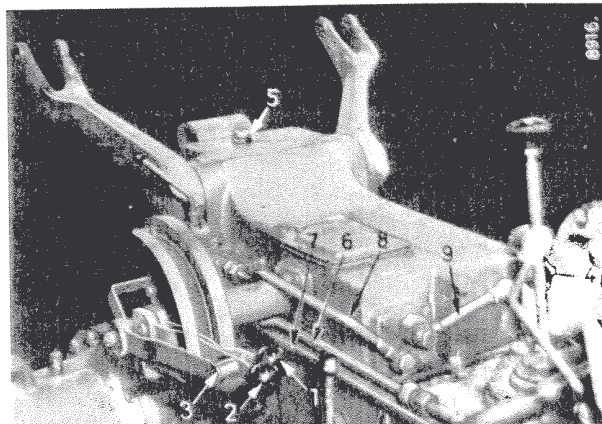
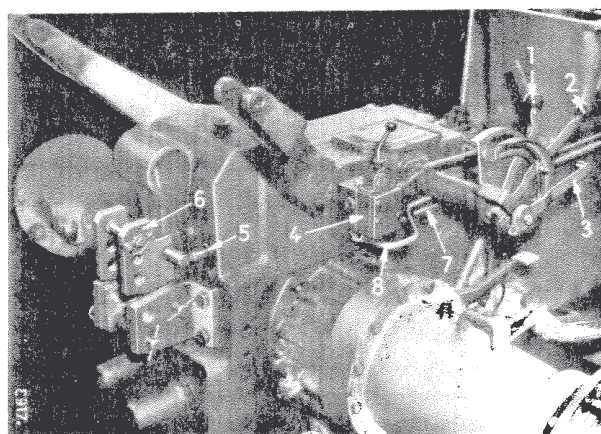

Fig. 24
Fig. 25
Réglez l'attelage 3-points sur le tracteur de manière que les chaînes soient presque tendues lorsque les bras de relevage sont complètement relevés au moyen du levier de contrôle de traction (2, Fig. 25). La tension des chaînes est déterminée par la course des barres de traction.
Contrairement à la pratique courante utilisée pour les équipements hydrauliques habituels, la profondeur de travail n'est pas réglée par l'intermédiaire de la barre de poussée, mais à l'aide du levier de contrôle de traction (2, Fig. 24). La barre de poussée sert uniquement à conserver la charrue dans une position parallèle au fond du sillon et à transférer les efforts de traction au support d'attelage (6, Fig. 25). Lorsque la barre de poussée est réglée à sa longueur convenable (les corps de charrue avant et arrière opérant à la même profondeur), ce réglage est conservé en dépit de la variation de la profondeur de travail.
Le système est équipé d'une sécurité qui empêche l'instrument de descendre lorsque le moteur est arrêté. De ce fait, il est recommandé de s'assurer avant de mettre le moteur en marche que le levier de position (1, Fig. 24) ne se trouve pas en position de descente, car dans ce cas la charge descendrait dès la mise en route du moteur. C'est pourquoi il est préférable que la charge ou l'instrument porté soit en position basse lorsqu'on arrête le moteur.
est alors interrompue. Dans ce cas, diminuez la charge puis repoussez légèrement le levier de position (1) Fig. 24 vers l'avant. Vous pourrez ensuite relever la charge en tirant le levier de position à la hauteur désirée.
Amenez le levier de contrôle de position (1 Fig. 24) à fond vers le bas pour neutraliser son action.
L'abaissement, le levage et la profondeur de travail est commandée par le levier de contrôle de traction (2, Fig. 24).
Pendant le travail le système de contrôle de traction maintient l'équipement à cette profondeur prédéterminée quelles que soient les conditions du sol etc... Il est toujours possible d'effectuer une correction manuelle en cours de travail. Lorsque la profondeur adéquate est déterminée déplacez le levier témoin (3, Fig. 24) en conséquence pour assurer une profondeur de travail uniforme.
Poussez à fond le levier de contrôle de traction (2, Fig. 24) vers le bas. Manoeuvrez le levier de position (1) jusqu'à ce que l'outil ait atteint la hauteur de travail désirée.
La vitesse de descente peut être modifiée à volonté à l'aide d'une manette de contrôle (repère 4, Fig. 24). En tournant la manette vers la gauche on ralentit la vitesse de descente progressivement.
Lorsque les deux leviers de contrôle (1) et (2) Fig. 24 sont ramenés complètement vers le bas, le système est en position flottante et le contrôle de traction n'agit plus.
Au système hydraulique du tracteur peuvent être intégrées un maximum de 4 valves auxiliaires permettant d'actionner des accessoires tels que : chargeur frontal, faucheuse latérale ou des instruments portés (voir 4, Fig. 25).